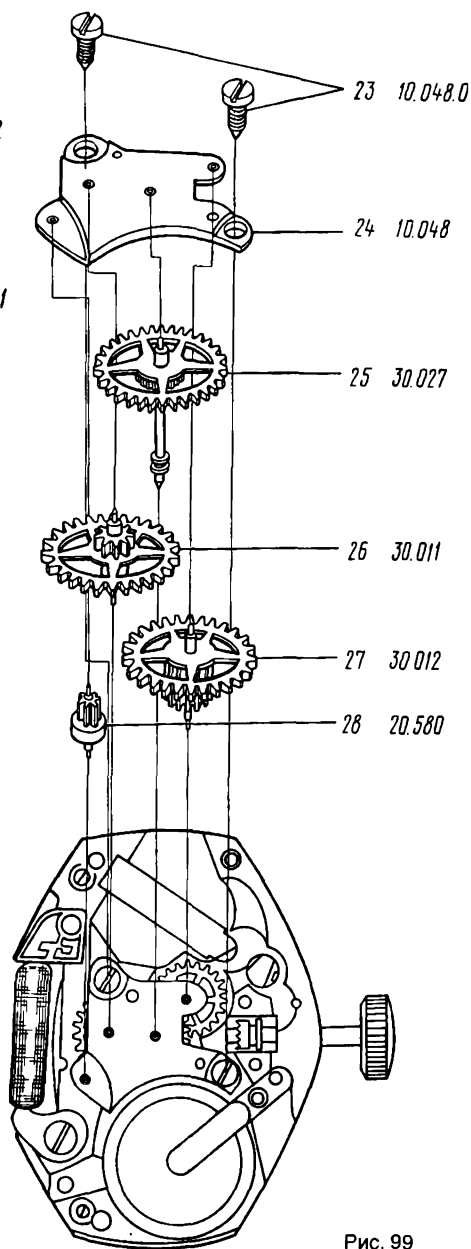

Рис. 99
27. Отвернуть и снять винты 23 моста колесной передачи (рис. 99)